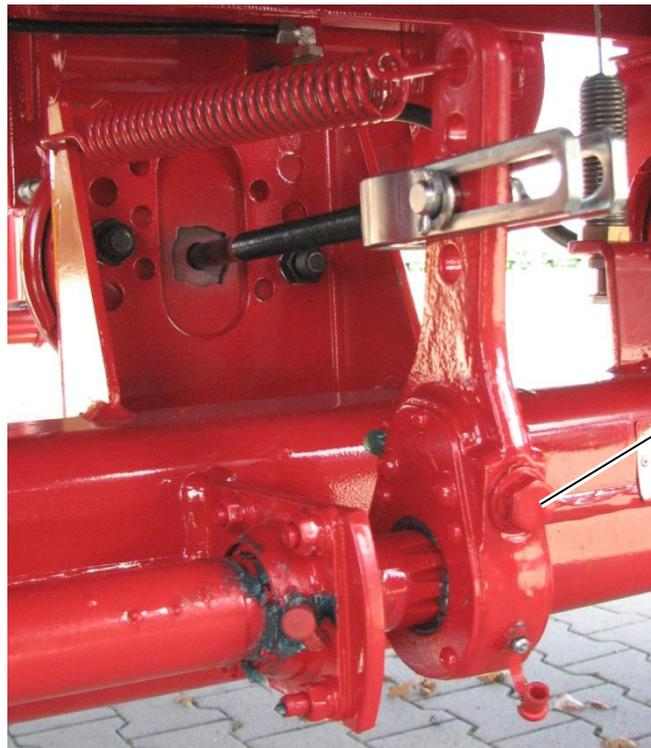

Abbildung 91: Bremszylinderhub, hier: HKD 302 - Bremszylinder vorne rechts
- ⇒ Drehen Sie die Stellschraube (siehe Abbildung 91) im Uhrzeigersinn, bis Sie einen Widerstand spüren.